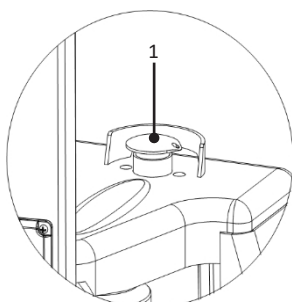

Fig. 14
1. Închideți butonul de oprire de urgență (1). (Fig. 14)